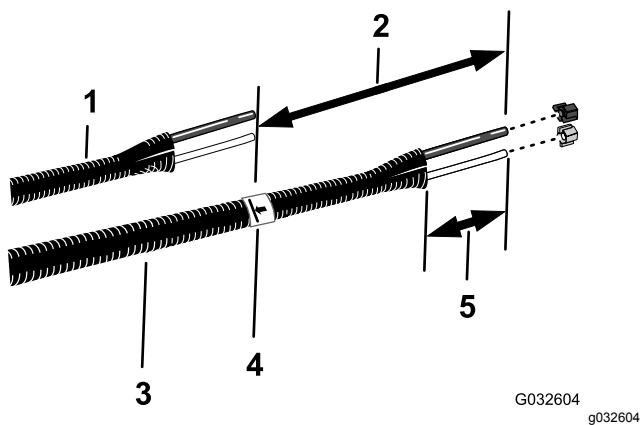

Figure 12
6. Alignez les anciens tubes de liquide et d'air (Figure 12) et les nouveaux (réf. Toro 114–9553).
8. Sur les nouveaux tubes, comptez 26 cm à partir du repère que vous avez effectué à l'opération 7, marquez les tubes et coupez-les au second emplacement (plus long) (Figure 12).
10. Retirez 77 à 102 mm de la gaine à chaque extrémité des tubes (Figure 12).